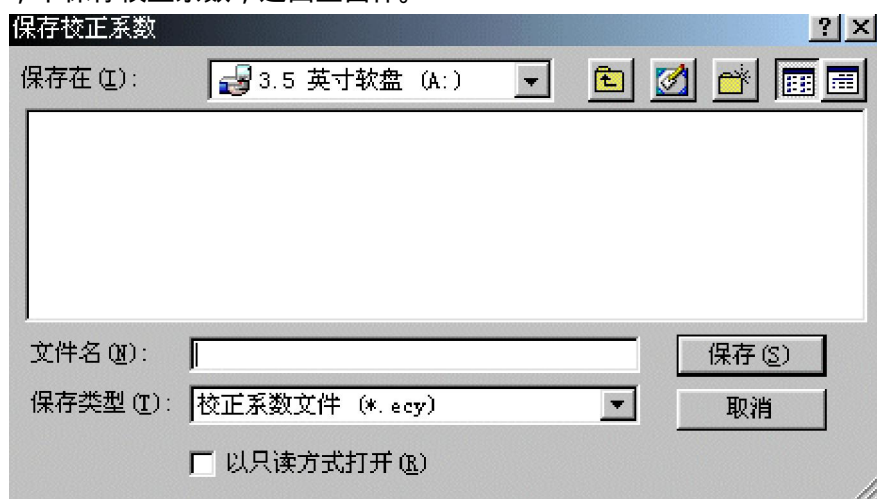

图 4
此时，若按**是 (Y)** 则显示保存文件对话框，如图 4。输入文件名并按**保存**键（所保存文件自动加后缀名.ecy），用红外分光光度法测油时可应用此文件。若按**否 (N)** 则退出红外测油窗体，不保存校正系数，返回主窗体。